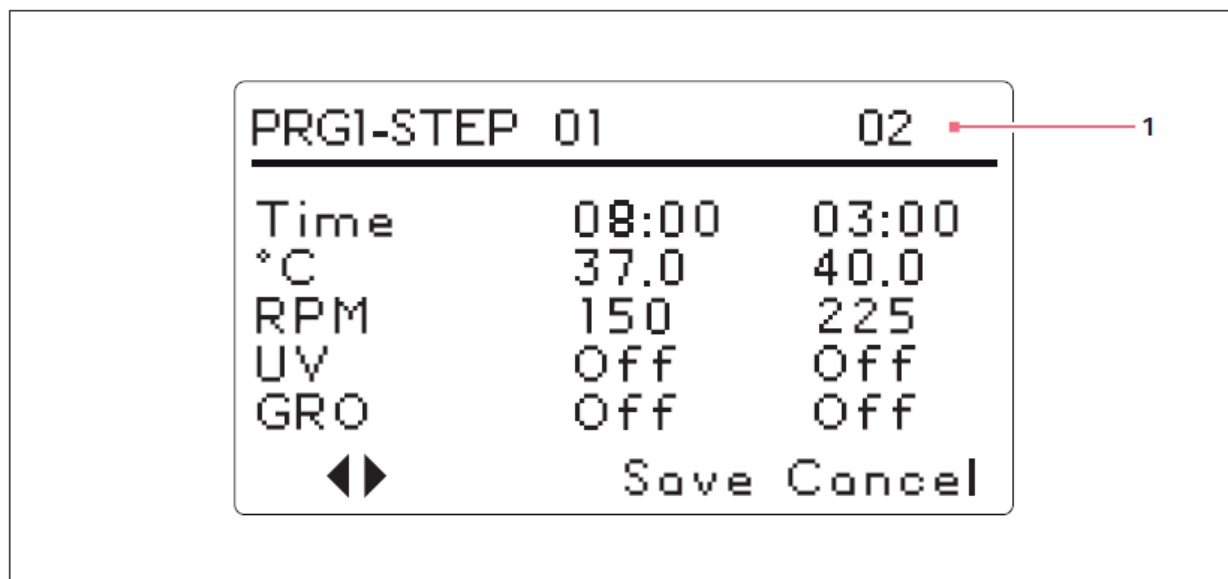

Рис. 5-13: программа 1, шаг 2
6. Чтобы установить нужную температуру (°C от 4.0 до 80.0) на установленный период, поверните ручку управления (влево для уменьшения, вправо для увеличения). После появления желаемого значения нажмите на ручку управления для сохранения. Мы установим температуру для шага 1 = 37.0 °C (см. рис. 5-13 на стр. 54).
8. Поверните ручку управления для выбора желаемой скорости встряхивания (от 25 до 400 об/мин) на этот период, затем нажмите на ручку для сохранения настройки. Мы установим скорость для шага 1 = 150 об/мин (см. рис. 5-13 на стр. 54).
9. Для программирования Шага 2 (см. рис. 5-13 на стр. 54): с помощью ручки управления выделите стрелки в нижней левой части экрана. Нажмите на ручку управления, чтобы стрелки начали мигать, а затем поверните ее вправо, пока не появится шаг 2 (Step 2). Нажмите на ручку управления, чтобы войти в это меню, и повторите шаги 3-10.